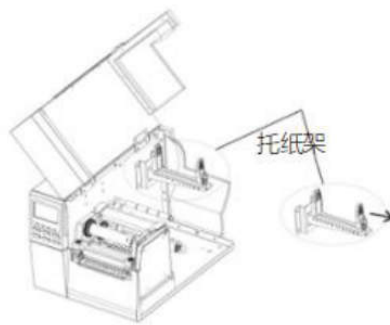

图 8
2.7.2 如图 8,按照箭头方向移动托纸架锁紧开关来调节打印介质宽度。